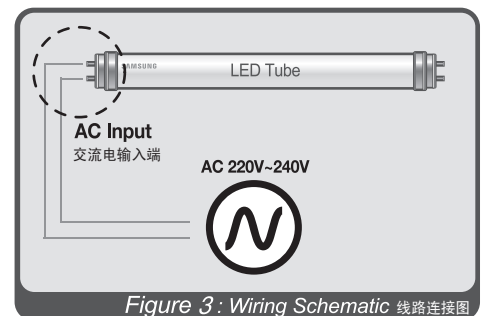

Figure 3 : Wiring Schematic 线路连接图
- 7 Connect the each lampholder wires as shown in **Figure 3**.
按照图3进行灯座电源线连接。